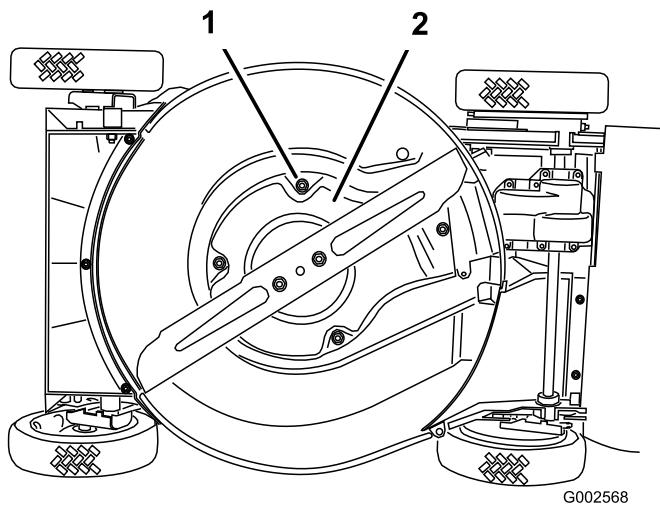

Figure 39
6. Enlevez les 4 vis de fixation de la protection (Figure 39).